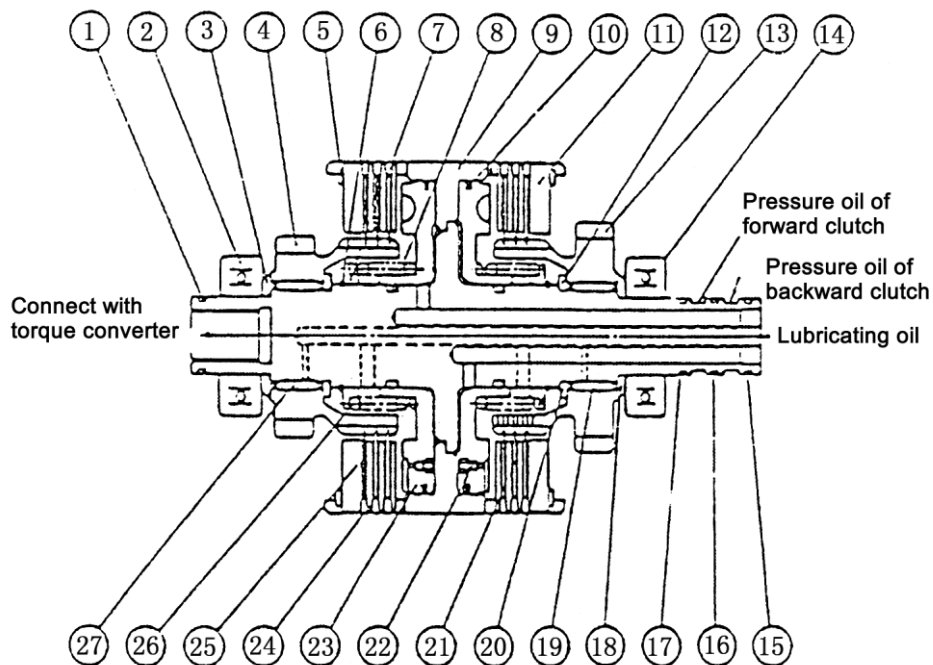

Abb. 5-3: Hydraulikkupplung
5.3 Hydraulikkupplung (siehe Abb. 5-3)